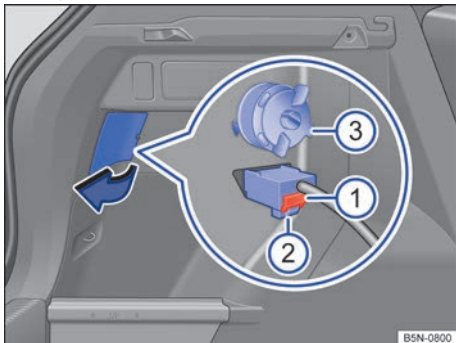

Fig. 224 Lateral del maletero: desmontaje del grupo óptico trasero.
Abrir el hueco que hay en el guarnecido lateral del maletero por la zona del grupo óptico trasero en el sentido de la flecha → fig. 224.
3. Tire hacia fuera del bloqueo rojo → fig. 224 ① del conector y desacople el conector → fig. 224 ②. En caso necesario, utilice el destornillador de las herramientas de a bordo para soltar el bloqueo rojo.
4. Desbloquee el tornillo de fijación en el sentido contrario al de las agujas del reloj → fig. 224 ③.
Con una mano sostenga el grupo óptico trasero en la posición de montaje y con la otra enrosque firmemente el tornillo de fijación → fig. 224 ③.